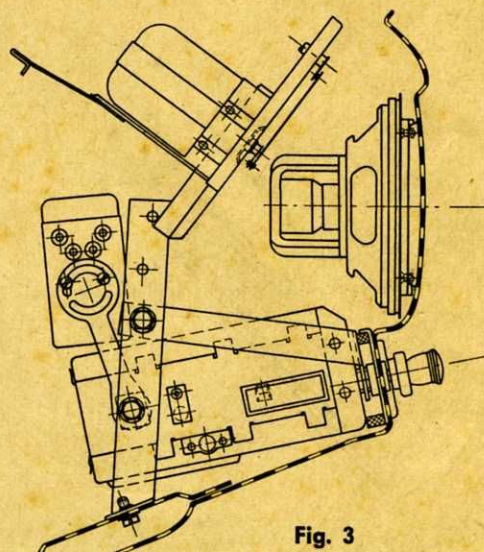

Fig. 3
- Empfänger mit angeschraubtem Stromversorger: Siehe Fig. 3.